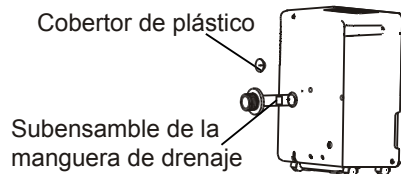
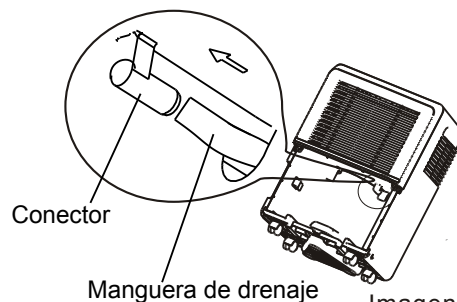

Imagen 10.
Imagen 11.
- Retire el cobertor de plástico de la salida trasera del drenaje de la unidad y reserve, retire el recipiente, luego inserte la manguera de drenaje en la salida del drenaje de la unidad y con firmeza presione el conector en la parte delantera de la unidad. (Consulte Imagen 10 e Imagen 11).